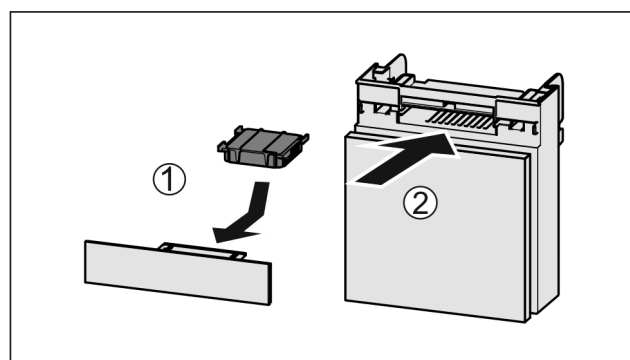

Fig. 149
- Actiefkoolfilter overeenkomstig afbeelding aanbrengen Fig. 149 (1).
- Lade erin schuiven Fig. 149 (2).